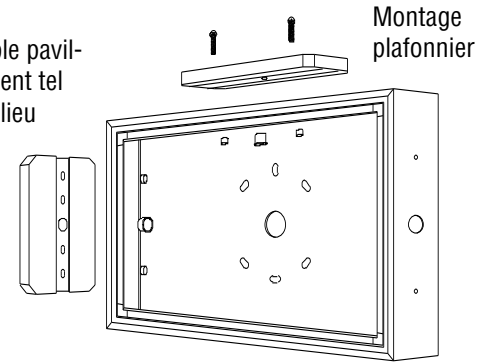

Figure 3
1. Acheminer une alimentation C.A. 24 heures non commutée de la tension nominale approuvée à la boîte de jonction ou un câblage approprié (fourni par d'autres). Laisser au moins huit (8) po de fil lâche. Le circuit ne doit pas être sous tension à ce moment.
2. Enlever la plaque frontale et glisser le pictogramme à l'extérieur s'il y a lieu. (Figure 3)
3. Sur le dessus et de chaque côté de l'enseigne, il y a trois (3) trous pour le pavillon – deux (2) pour les vis de montage et un (1) pour le passage des fils. Enlever les trois trous qui seront appropriés pour votre installation. (Figure 3)